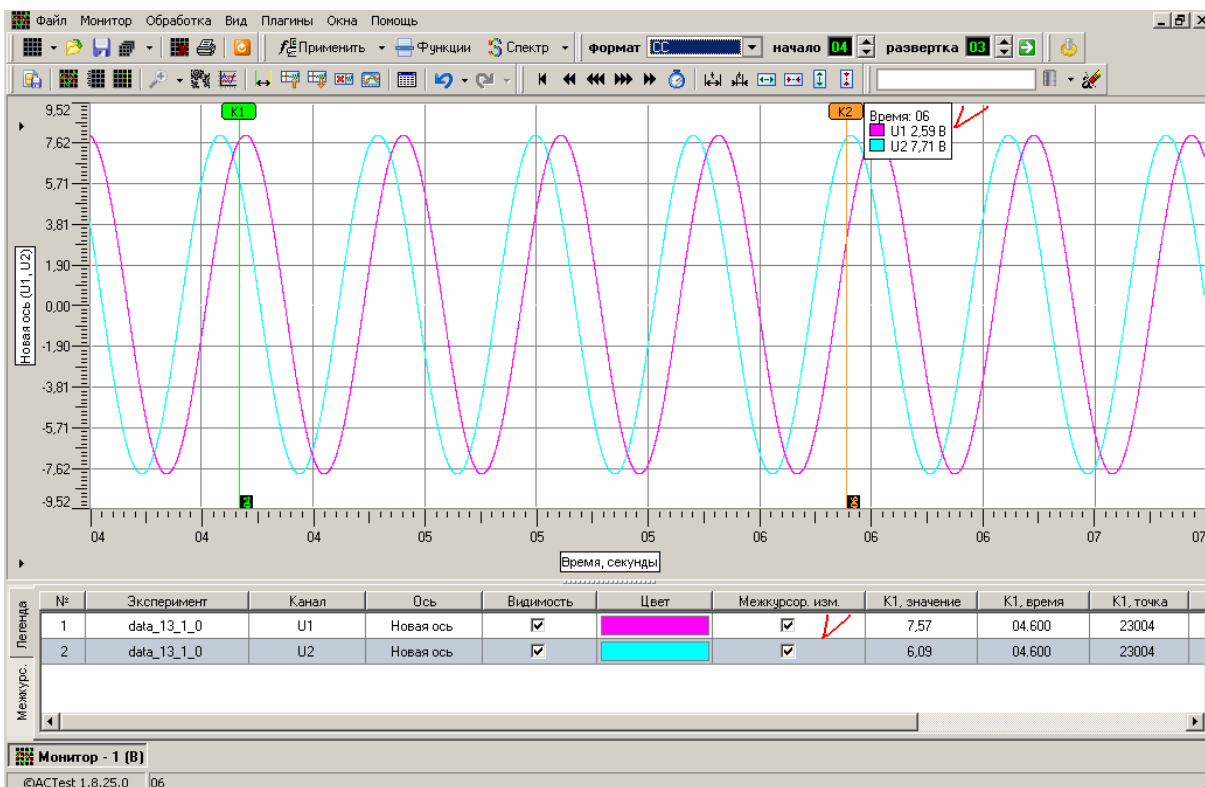

Рисунок 27
3.1. *Курсорные измерения* позволяют определять значения параметров сигнала в точках установки курсоров. Для проведения курсорных измерений необходимо установить курсоры в нужное место графика – в таблице под графиками будет выведено значение сигнала в точке пересечения графика и курсора, отсчет времени в точке установки курсора и номер точки, в которой проводятся курсорные измерения (см. Рисунок 27). *Примечание: если на одном пикселе (по оси X) экрана выведено (объединено) несколько отсчетов данных, то при курсорных измерениях выводится значение последнего отсчета.* Количество курсоров может быть увеличено, а ненужные столбцы в таблице – погашены.
Помимо этого, при подведении к курсору указателя (курсора) мыши около него появляется окошко с параметрами времени и значениями сигнала (см. Рисунок 27).